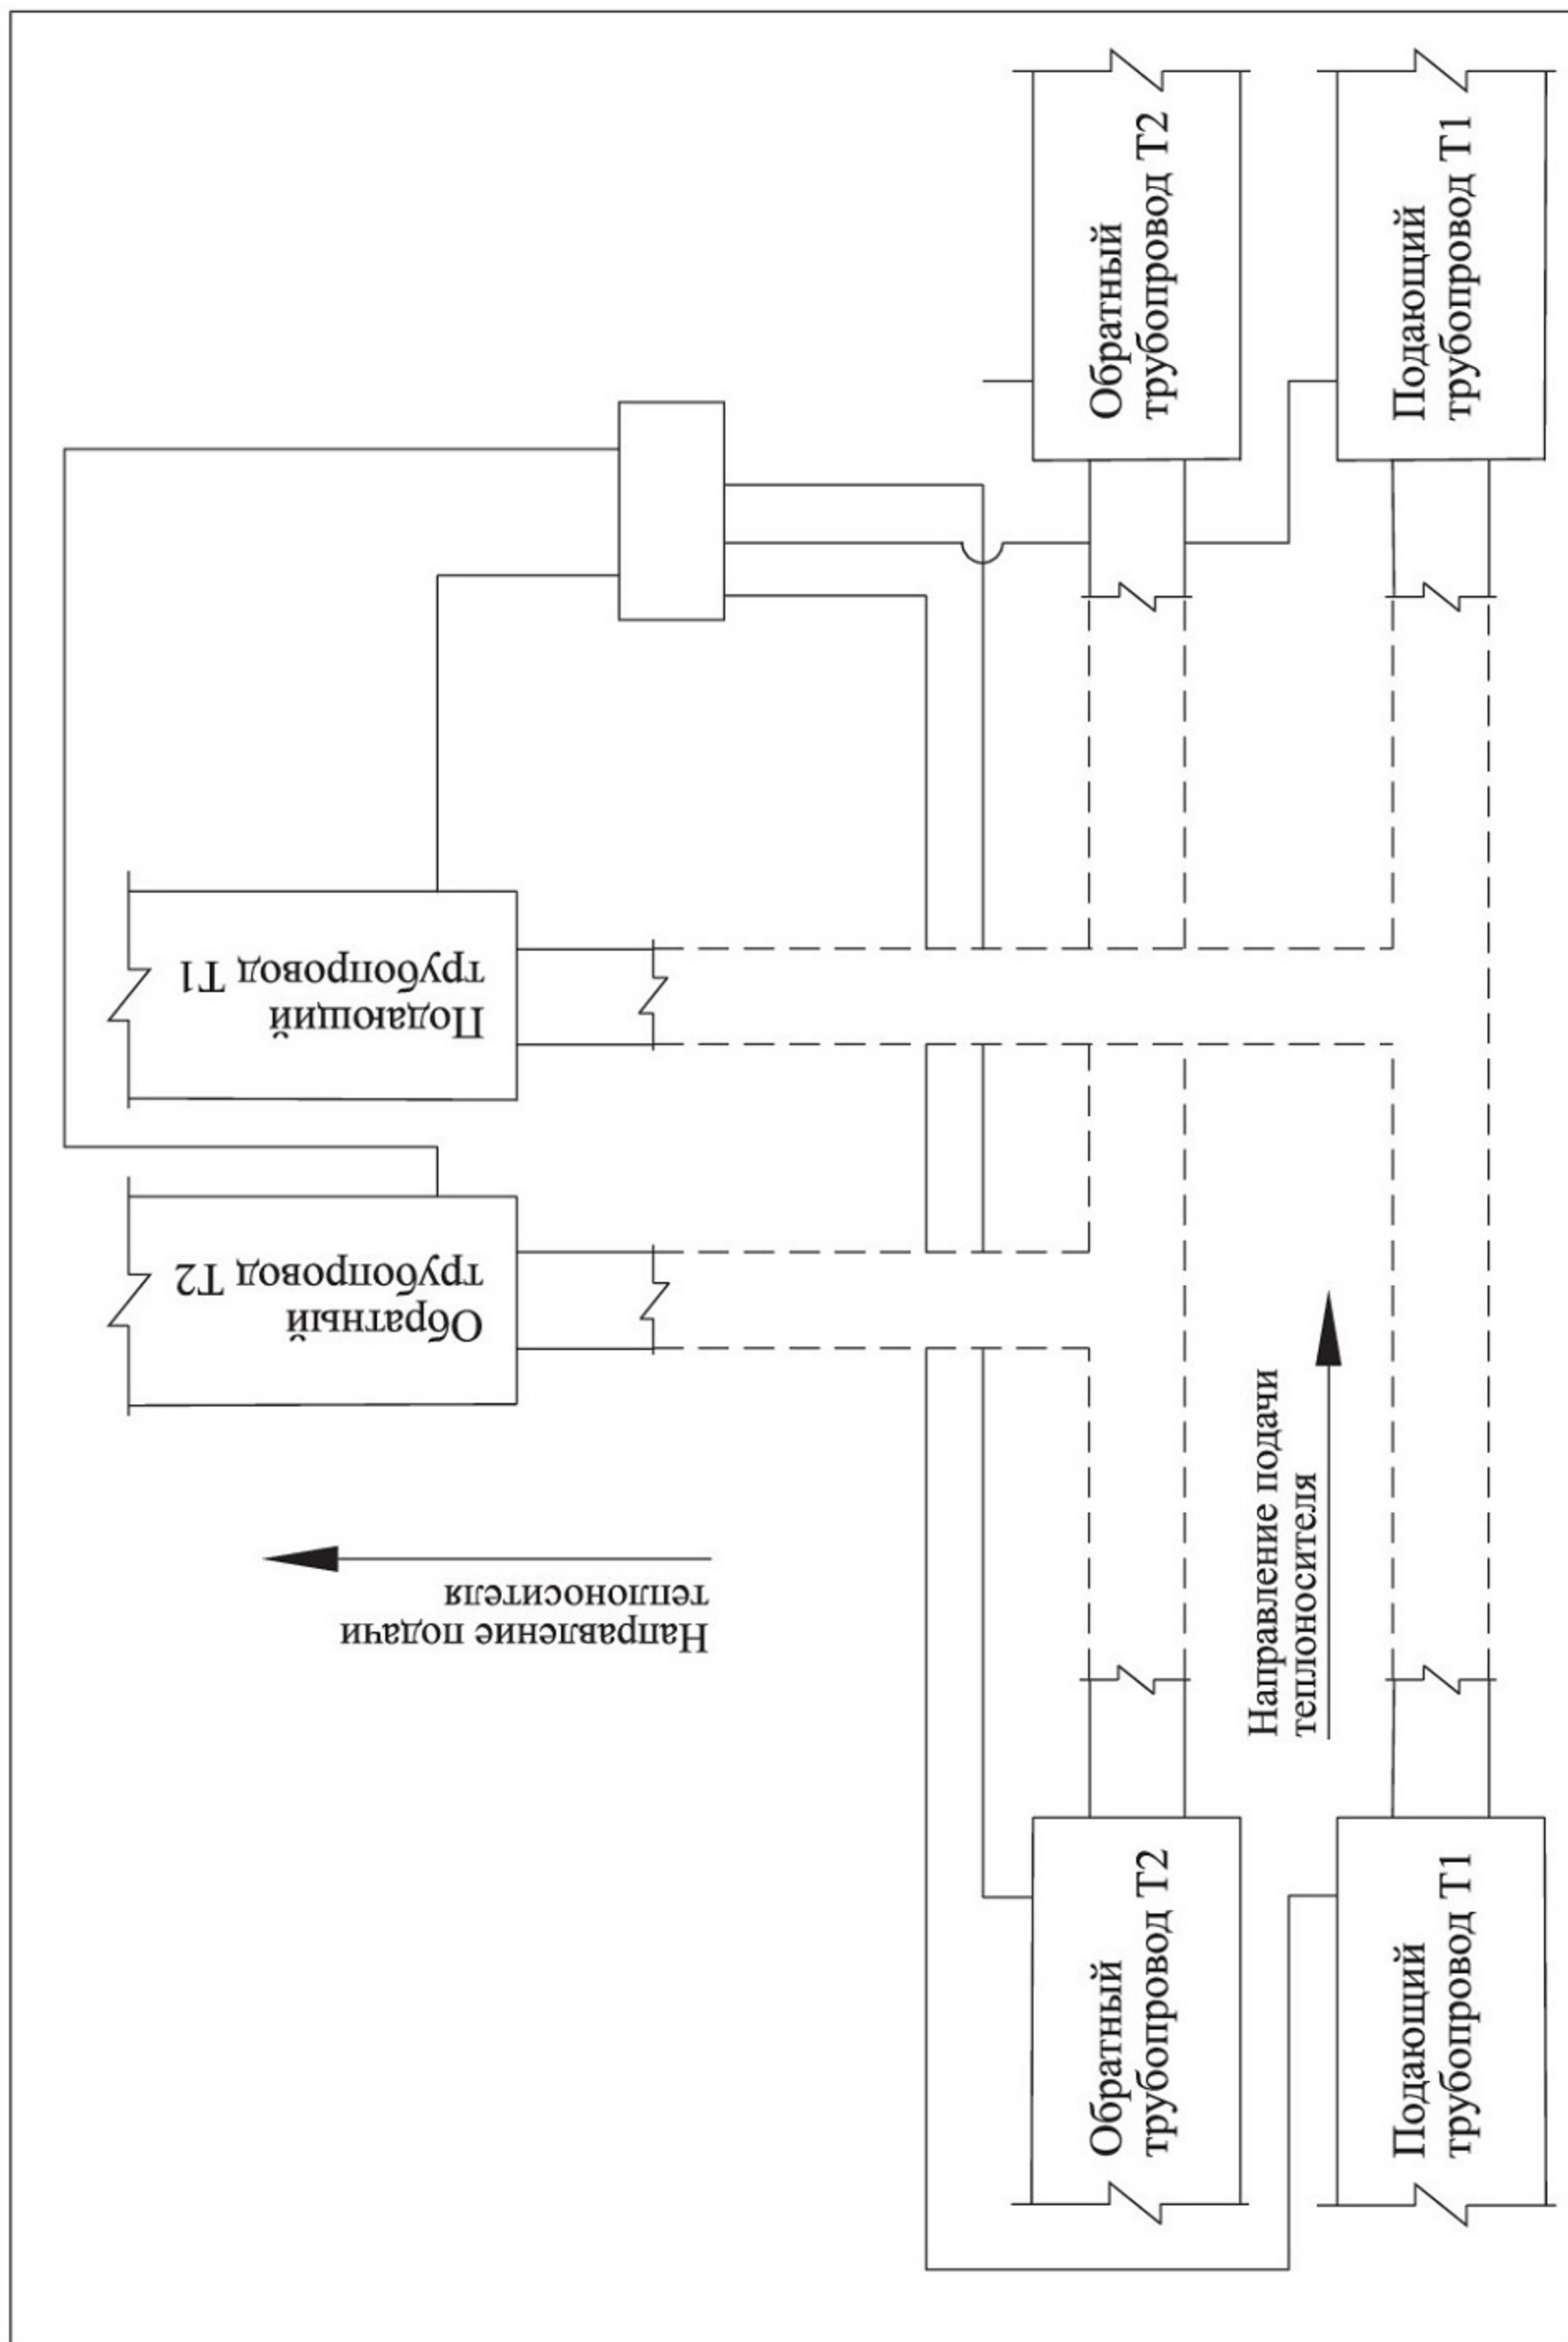

Рис. 2 Объединение трех независимых двухтрубных систем ОДК
2.1. Объединение трех независимых двухтрубных систем ОДК - Рис. 2, 3
на принципиальной схеме (Рис. 2)	на электрической схеме (Рис. 3)
Подключение терминала к системе оперативного дистанционного контроля производить в соответствии с принципиальной (**Рис. 2**) и электрической схемой (**Рис. 3**).